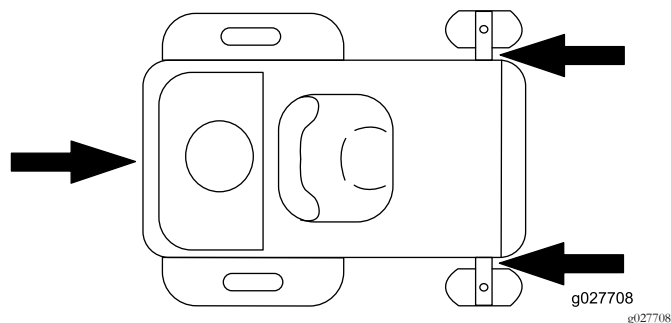

Figure 26
5. Arrimez la machine près des roues pivotantes avant et du pare-chocs arrière (Figure 26).